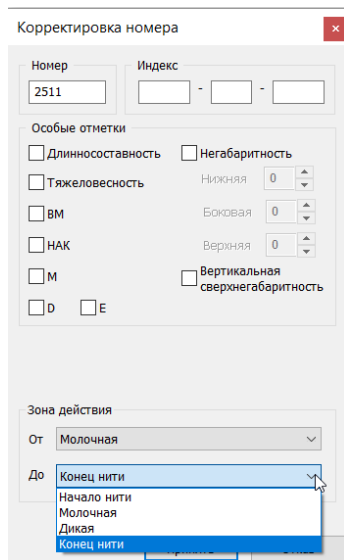

Рис.67. Выбор зоны действия нити
4. В случае, если номер нити устанавливается не на всю нить можно определить зону действия номера нити в выпадающем списке, щелкнув указателем «мыши» по стрелке (рис. 67) Выбирается зона действия «От» и «ДО»